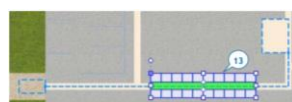

Рисунок 10.10 – Стелаж для палет
13. Після внесення цих змін стелаж для піддонів має нагадувати стелаж для піддонів, показаний на рисунку 10.10. Якщо це необхідно, перемістіть стелаж для піддонів так, щоб його центральний прохід лежав на шляху. Переконайтеся, що палетний стелаж підімкнений до мережі, двічі клацнувши по ньому, щоб вибрати його. Ваш перший клік вибере всю мережу, а другий вибере палетний стелаж. Палетний стелаж має відображатися зеленим кольором, що вказує на підімкнення до мережі (рис. 10.10).